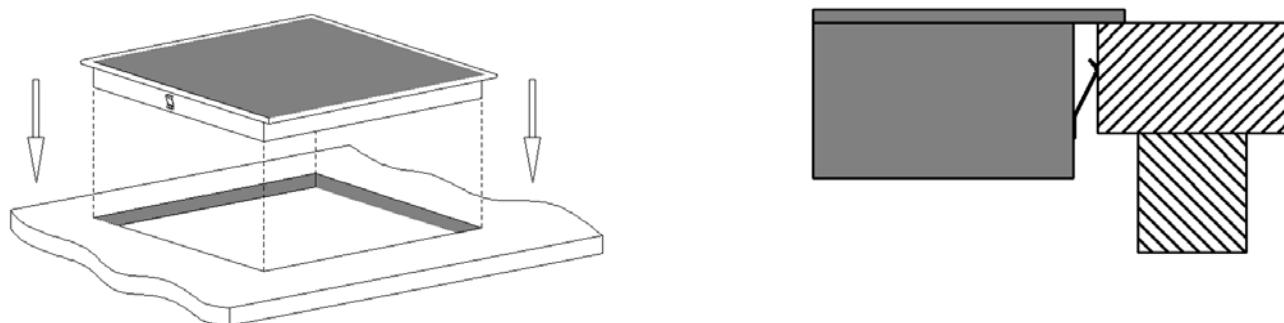

Рисунок 9 – Схема установки
- Установите варочную панель в отверстие столешницы. см. рис. 9.